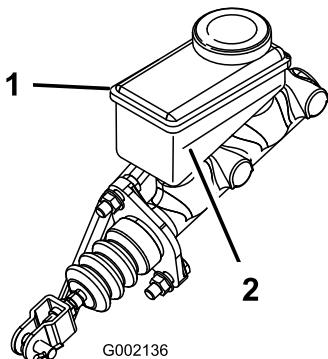

Figure 65
5. Observez le repère de niveau sur le côté du réservoir (Figure 65).
- Versez du liquide de frein DOT 3 dans le réservoir jusqu'à ce que le niveau dépasse le repère minimum (Figure 65).